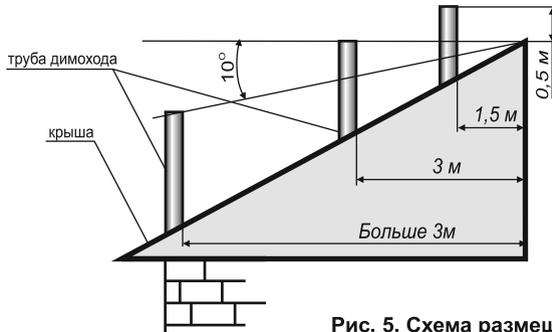

Рис. 5. Схема размещения дымохода
6.11. Дымоход (рис.5) должен быть выведен выше зоны ветрового подпора. Высота дымохода над крышей дома устанавливается в зависимости от расстояния его до гребня по горизонтали и должна быть: